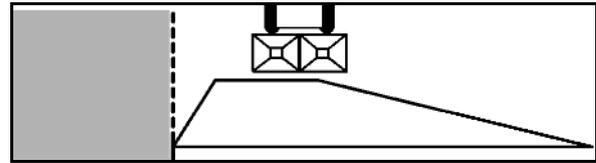
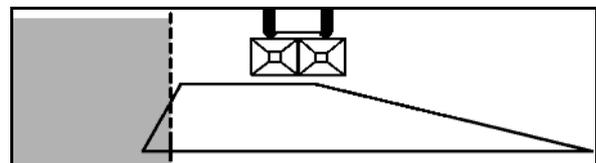

Fig. 74
Fig. 76
1. Grenzstreuen nach Düngeverordnung (Fig. 74):
3. Randstreuen (Fig. 76):
Zum **Grenzstreuen** (gemäß Düngeverordnung) (Fig. 74) bzw. **Randstreuen** (neben eigene, gleich zu behandelnde Flächen) (Fig. 76) die **linke Omnia-Set** Streuscheibe (linksseitiges Randstreuen), in Fahrtrichtung gesehen, **gegen** die entsprechende Grenzstreuscheibe **Tele-Set** **auswechseln**.